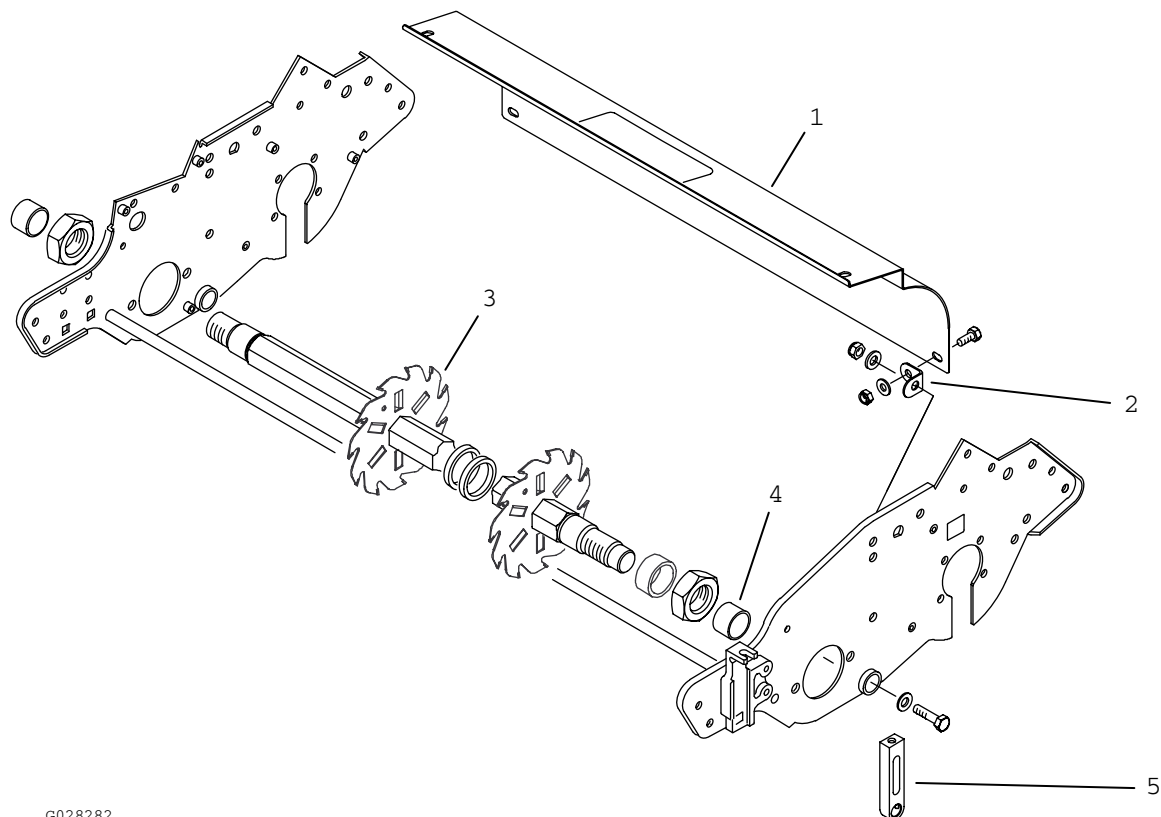

Рисунок 3
2. Установите, не затягивая, кронштейн щитка с каждой стороны нового травотобойника, используя колпачковый винт 5/8 дюйма, плоскую шайбу и контргайку, как показано на Рисунок 3.
3. Установите кронштейны щитков на каждую боковую пластину газонокосилки сквозь отверстие оси поворота неподвижного ножа, используя колпачковый винт 1-1/4 дюйма, 2 плоские шайбы и контргайку, как показано на Рисунок 3.
2. Установите разделитель-уплотнение на каждый конец вала барабана (Рисунок 3).